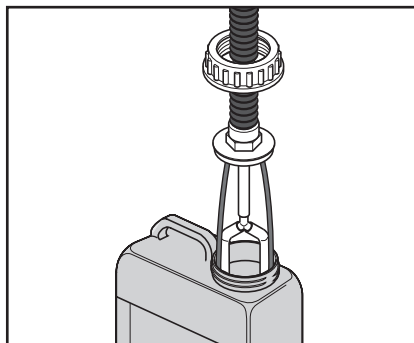

Fig. A2
- Tag pumpeenheden ud (fig. A2).